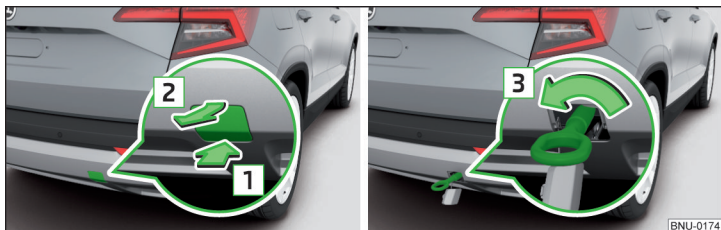

Fig. 320 Scoaterea capacului / montarea cârligului de tractare
- ▶ Pentru **detașare** apăsați pe capac în sensul săgeții **1** și scoateți-l în sensul săgeții **2** » fig. 320.
- ▶ Pentru **montare**, înșurubați manual cârligul de tractare, în sensul săgeții **3** » fig. 320, până la limită » **!**